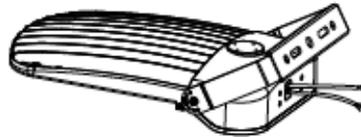

Figure 16
2. Attacher ensuite les deux petites vis pour terminer la fixation de la monture à étrier (figure 16).